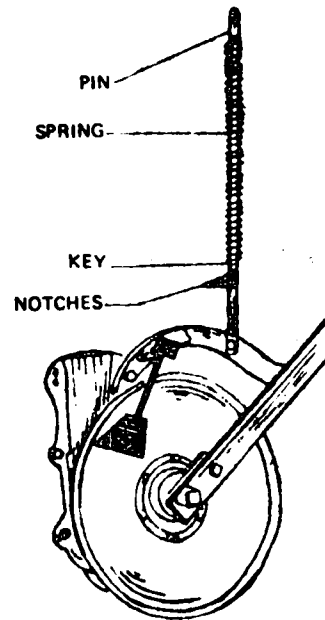

Fig. 4
**4th Step - Adjust sowing depth thus: (Fig. 4).**